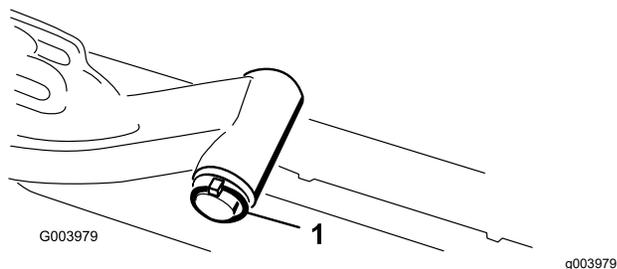

Figura 9
- Retire o pino de sujeição e a anilha que prende o veio da articulação do braço de elevação ao braço de elevação e faça deslizar o veio para fora do braço de elevação (Figura 9).
- Insira o veio do braço de elevação no braço de elevação e prenda-o com a anilha e o pino de sujeição (Figura 9).